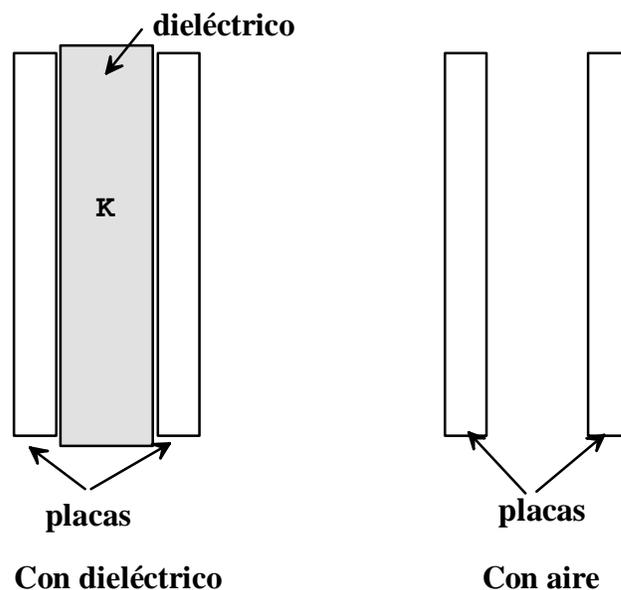

Figura 1b
3. Coloque un material dieléctrico entre las placas del capacitor, procurando que no quede aire entre el dieléctrico y las placas del capacitor, como se indica en figura 1b.